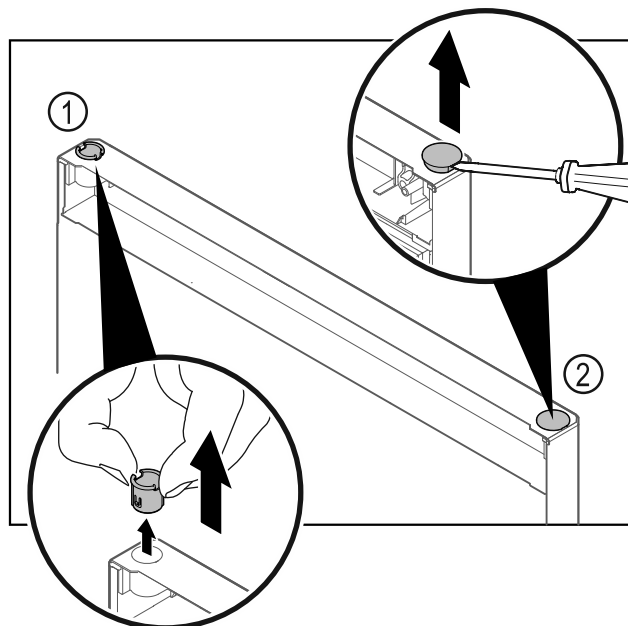

Fig. 25
- Scharnierbuchse Fig. 25 (1) mit den Fingern herausziehen.
- Abdeckstopfen Fig. 25 (2) vorsichtig mit einem Schlitzschraubendreher anheben und herausziehen.